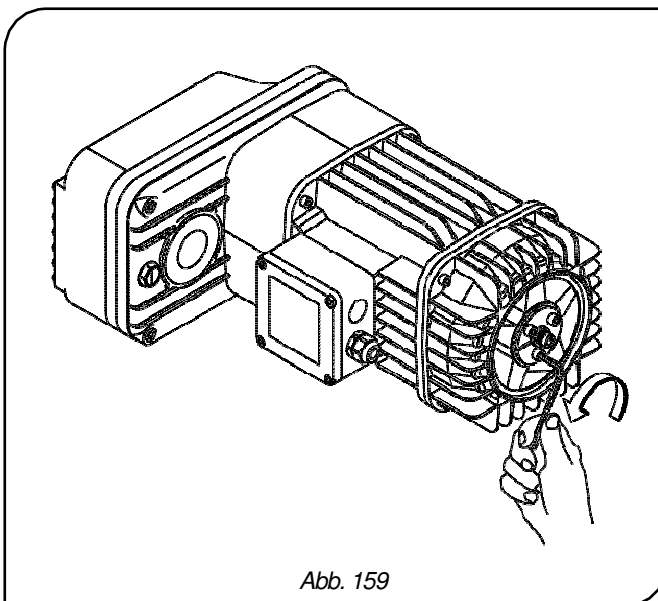

Abb. 159
2. Schrauben Sie nun die drei Schrauben des Verriegelungsringes am Bremsklotz ab (Abb. 159).